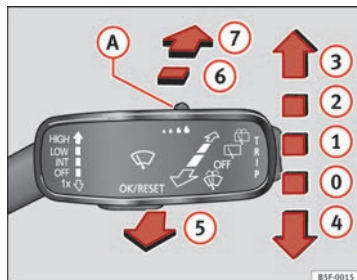

Fig. 64 Manejo del limpiaparabrisas y limpialuneta.
- Presione la palanca del limpiaparabrisas brevemente hacia abajo ⇒ fig. 64 ④.